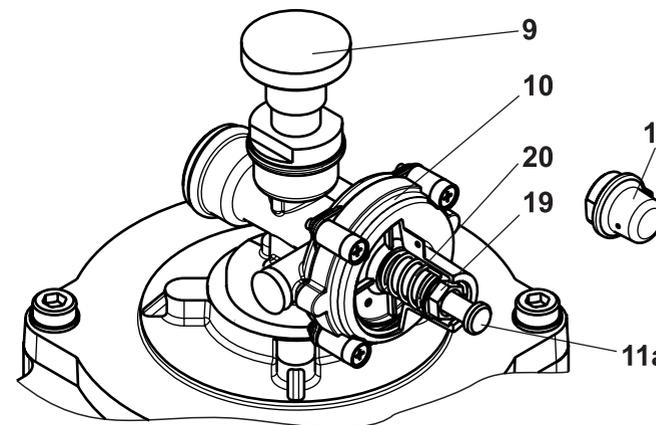

Рис. 7
4.5 Настройка срабатывания предохранительно-запорного клапана (рис. 7).
4.7 Запуск ПЗК в работу (рис. 7).